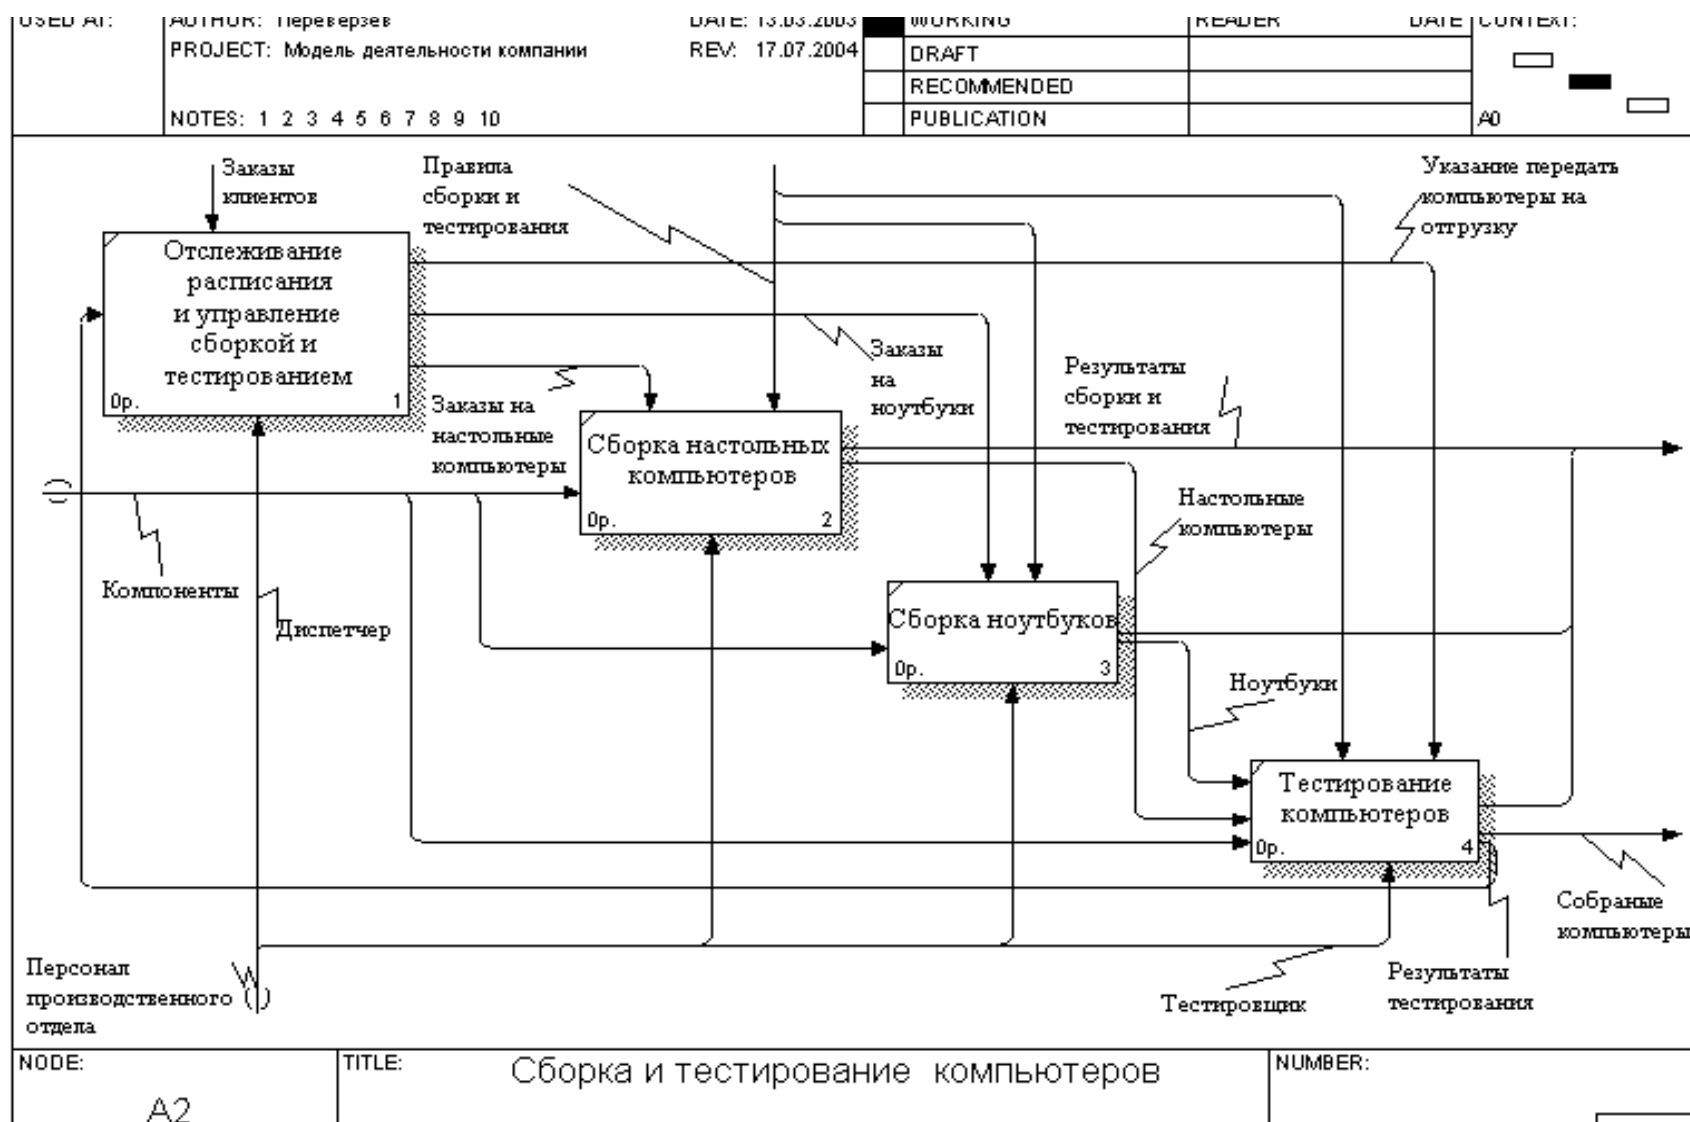

Рис. 57. Результат выполнения упражнения
1. На основе этой информации внесите новые работы и стрелки (таблица 8 и 9) в соответствии с диаграммой, приведенной на рис. 57.
2. Туннелируйте и свяжите на верхнем уровне граничные стрелки, если это необходимо. Результат выполнения лабораторной работы 3 показан на рис. 57.